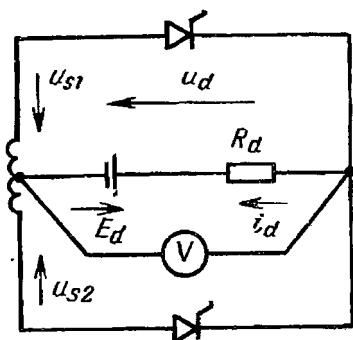

Рис. 6. Управляемый выпрямитель со схемой 1Ф1Н2П, работающий на нагрузку, представленную противо-ЭДС E_d и резистором R_d
11. Определите напряжение, показываемое вольтметром в схеме на рис. 6, если $U_s = U_{s1} = U_{s2} = 100$ В, $E_d = 70,5$ В и а) $\alpha = 0^\circ$, б) $\alpha = 90^\circ$. Ширина импульса равна 60° . Применен вольтметр электродинамической системы. Трансформатор и вентили идеальные.